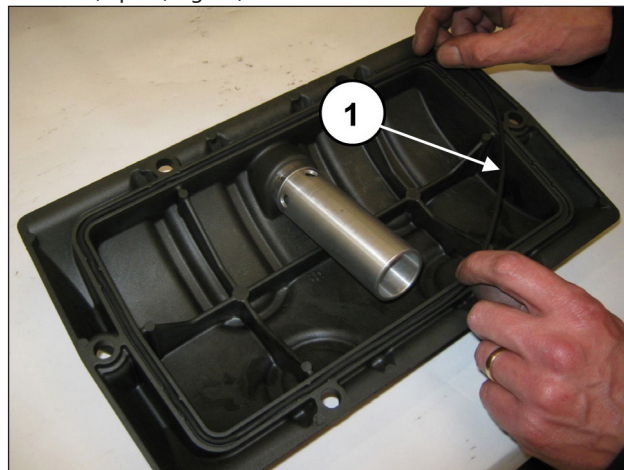
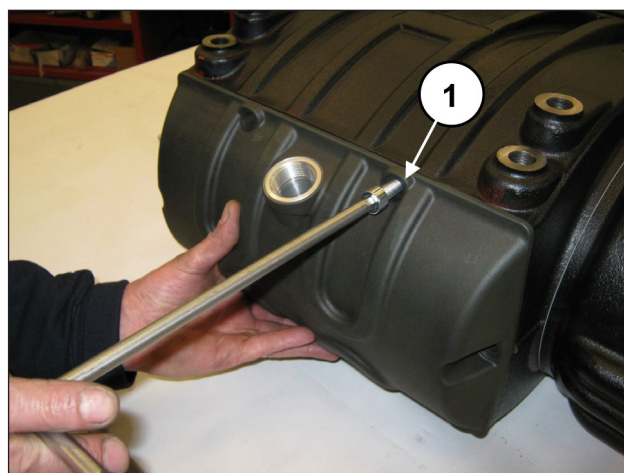

Fig. 70
Fig. 71
Insérer le joint torique dans le couvercle arrière (rep. ①, Fig. 70) et monter le couvercle sur le carter à l'aide de 6 vis M10x30 (rep. ①, Fig. 71).